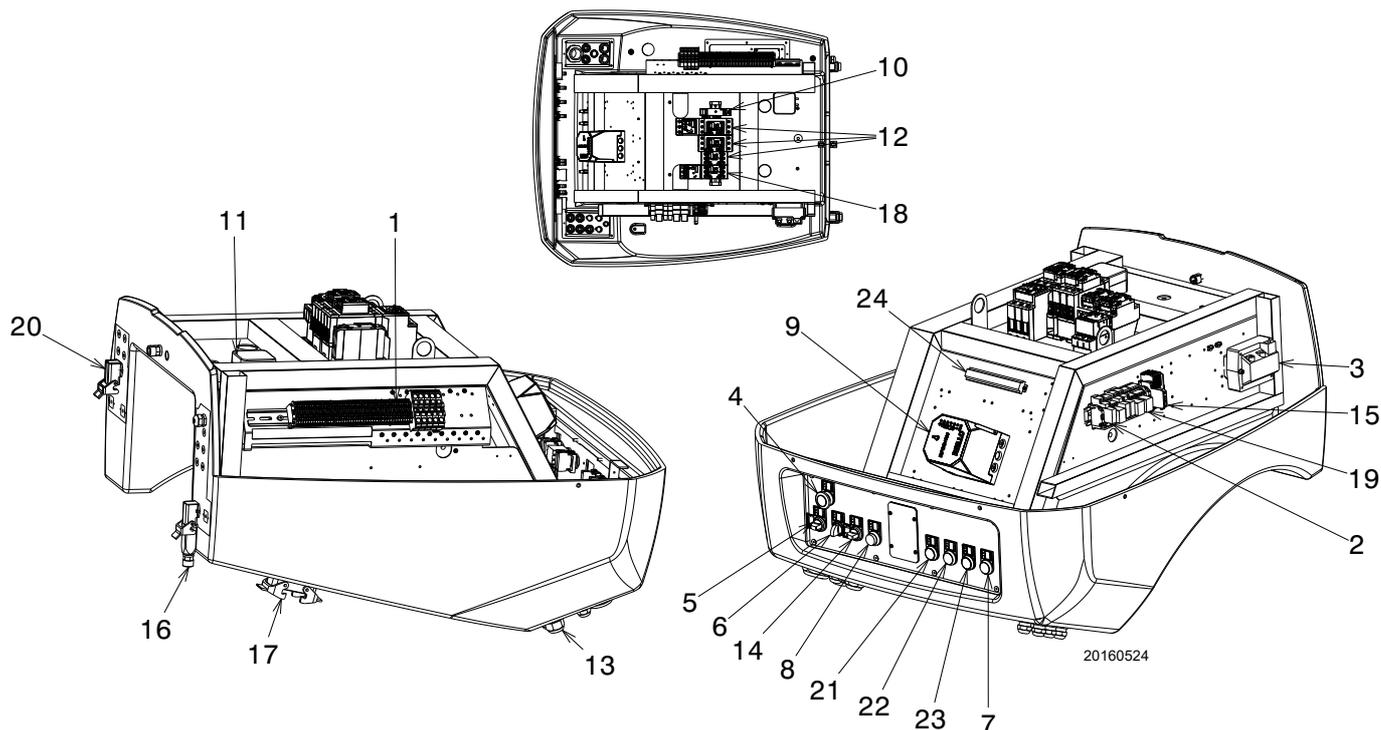

Fig. 5
- **Bloqueo caja de control:** la iluminación del pulsador (**led rojo**) de la caja de control 9)(Fig. 5) y del pulsador luminoso 8) señala que el quemador está bloqueado. Para desbloquearlo presionar el pulsador 8).